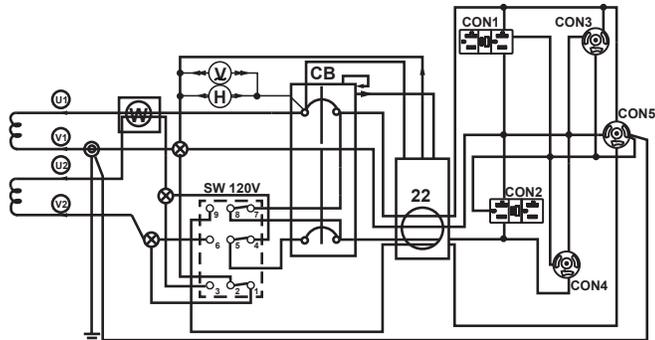
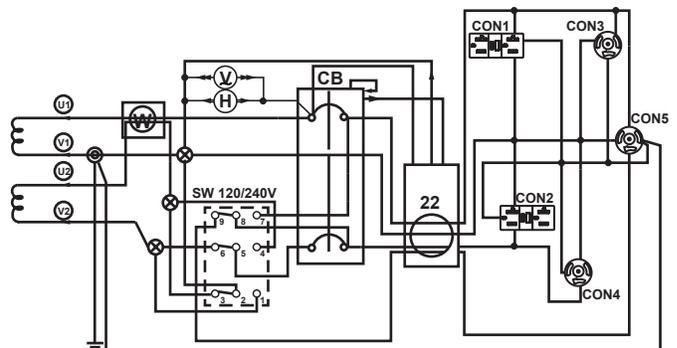

Figura 6. Diagrama simplificado del interruptor de plena potencia de 120 V (posición hacia arriba)
Figura 7. Diagrama simplificado del interruptor de plena potencia de 240/120 V (posición hacia abajo)
16. **Interruptor de plena potencia:** el generador cuenta con interruptor de plena potencia. En la Figura 6 y Figura 7 se muestran diagramas de cableado simplificados del sistema de doble voltaje.